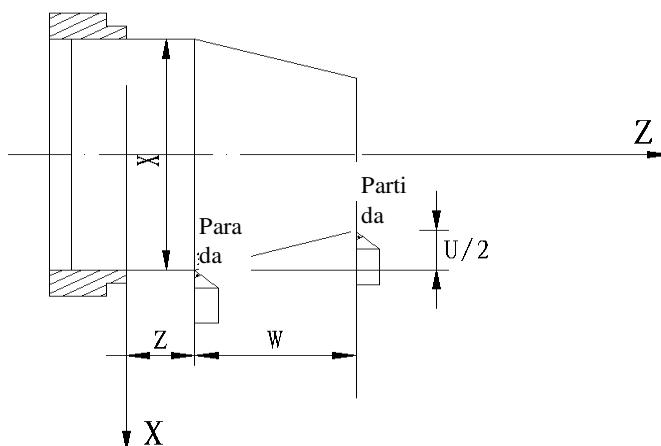

Fig. 3-3
**Função do comando:** O movimento do trajeto é uma linha reta a partir de ponto de partida para ponto final como a Fig.3-3.